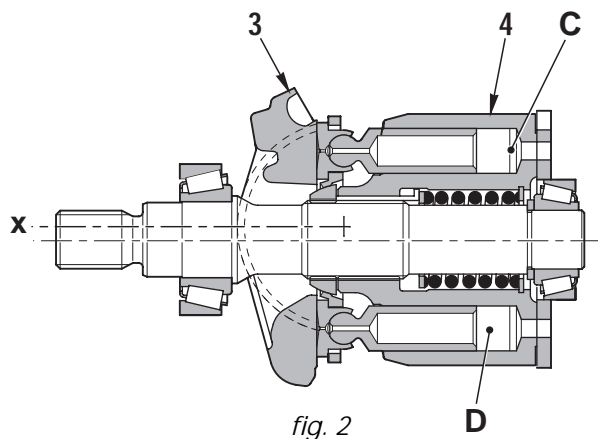

fig. 2
3 - Quand l'axe X du plateau oscillant (3) et l'axe du bloc-cylindres (4) sont parallèles (angle d'inclinaison du plateau oscillant « α » = 0), la différence entre les volumes C et D dans le bloc-cylindres (6) devient 0 et les phases d'aspiration et de refoulement ne s'exécutent pas (Fig. 2).